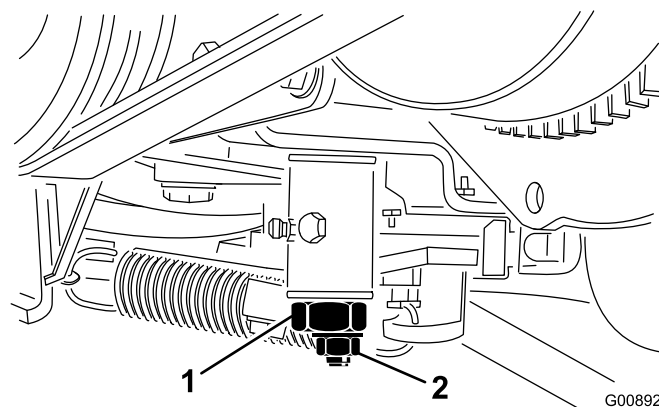

図 55
4. トラクション調整カムのロックナットをゆるめる (図 55)。